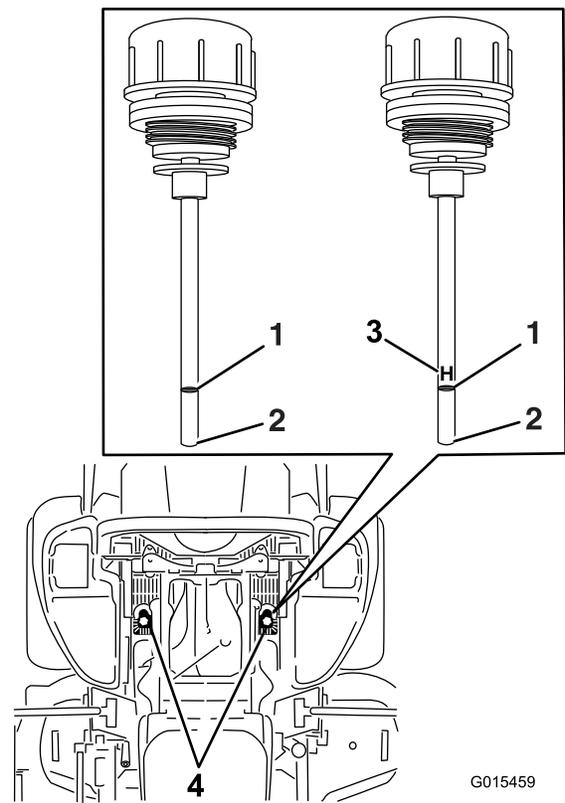

Figura 82
6. Limpie la zona alrededor de las varillas de los depósitos del sistema hidráulico (Figura 82).
7. Retire una varilla del depósito de aceite hidráulico (Figura 82).
9. Retire la varilla e inspeccione el extremo (Figura 82).